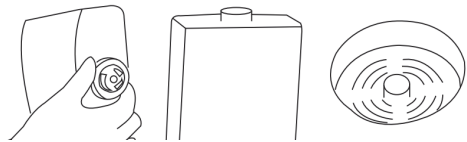

Рис. 6
- Извлеките резервуар из корпуса (8). Откройте крышку заливочного отверстия и залейте воду в резервуар (8) (рис. 6).